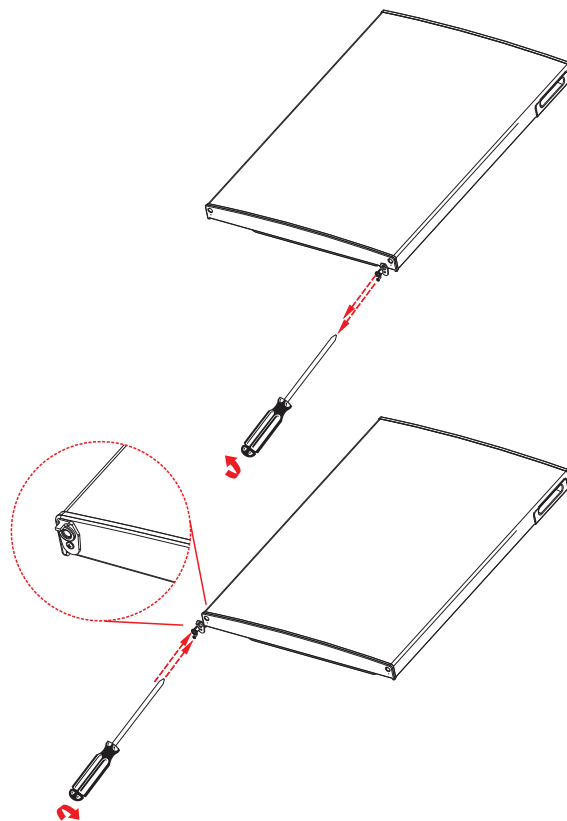

Fig. 15
- ▶ Suelte el tornillo de sujeción del tope de bisagra de puerta inferior. Cambie también el tope de bisagra de puerta del lado izquierdo y atornille el tope de bisagra de puerta con el tornillo de sujeción (fig. 15).